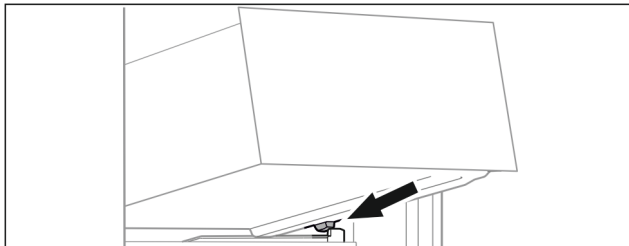

Fig. 104
- Applicare il cassetto inclinandolo dietro i fermi sulla nervatura del contenitore. (vedere Fig. 104)